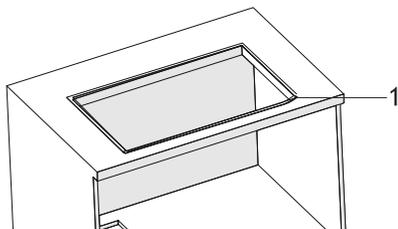

Fig. 16
1. ➔ Attaccare la guarnizione di tenuta in dotazione attorno allo scarico (Fig. 16).